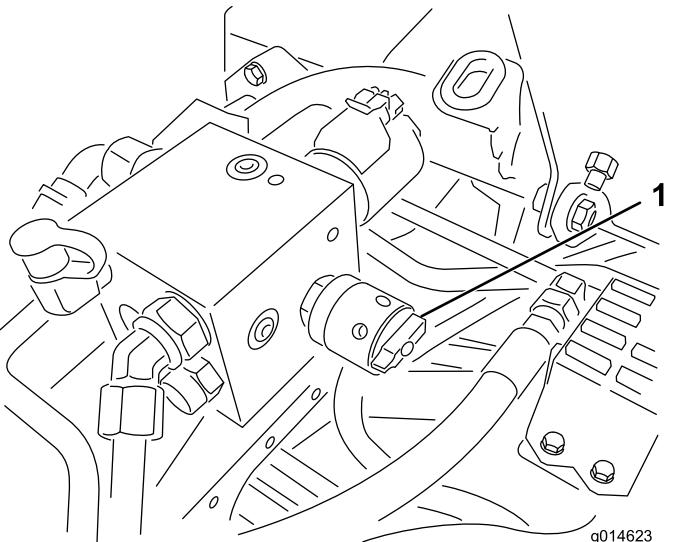

Рисунок 50
- Настройте частоту вращения барабана, повернув регулятор (Рисунок 50) так, чтобы стрелки указателя совместились с номером, который вы определили при выполнении пункта 3.